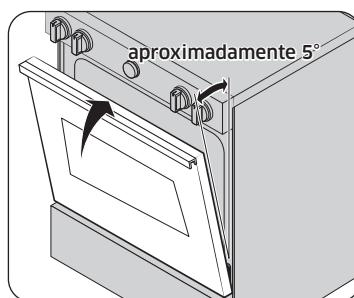

Imagen 1
- Cierre la puerta a la posición para quitarla, que es aproximadamente a 5 grados de la posición vertical (Imagen 1).